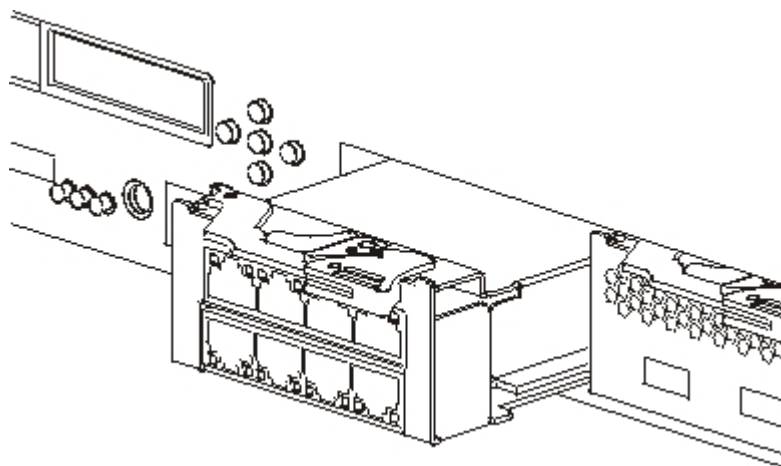

Figura 27. Extracción de un módulo Ethernet
4. Tire de la palanca hacia usted y extraiga los módulos Ethernet, como se muestra en Figura 27.